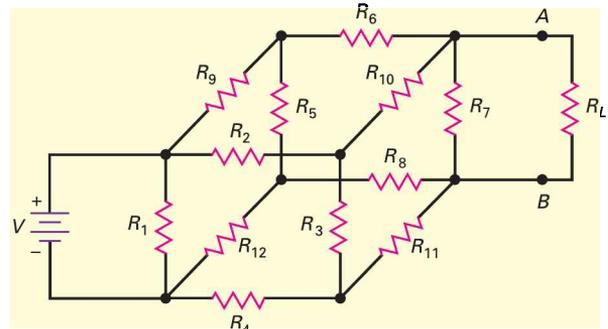

Figure 1.20
- 1.28** Dans un laboratoire vous regardez un circuit identique à celui de la figure 1.20. Quelqu'un vous met au défi de trouver la tension et la résistance du circuit de Thévenin associé à la résistance de charge R_L . Décrivez la procédure expérimentale pour déterminer ces deux grandeurs.